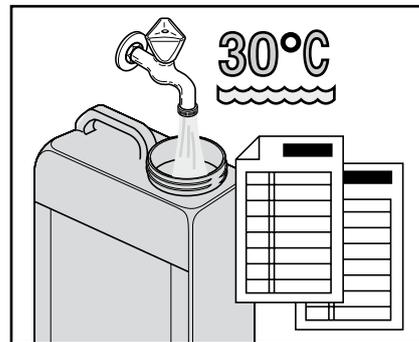

Fig. A3
-  **Attenzione:** Per riempire il serbatoio usare solo acqua potabile fredda (max. 30°C). Osservare la normativa locale sulla qualità dell'acqua potabile (fig. A3).